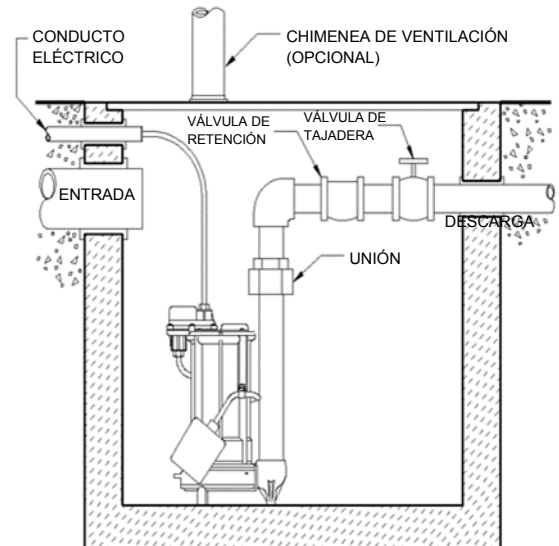

Fig. 2 – Instalación típica de sistema simple
- A. **Sistemas simples (una bomba) (consulte la fig. 2):** Coloque la bomba y asegúrese de que el flotador tenga la distancia suficiente con las paredes de la fosa. El flotador debe tener libertad de movimiento en su recorrido y no hacer contacto con el cuerpo de la bomba, la tubería u otros objetos. Si se usa un dispositivo de control o flotador opcional, siga las direcciones de montaje que acompañan al control opcional. Conecte el tubo de descarga a la conexión de descarga enroscada en la bomba. **IMPORTANTE: NO REDUZCA EL TAMAÑO DEL TUBO DE DESCARGA MÁS DEL QUE YA TIENE EN LA BOMBA.** Comuníquese con Liberty Pumps u otra persona cualificada si tiene alguna pregunta acerca de los tamaños adecuados del tubo y sobre las velocidades de flujo. Monte la cubierta de la fosa y asegúrese de que esté sellada correctamente.